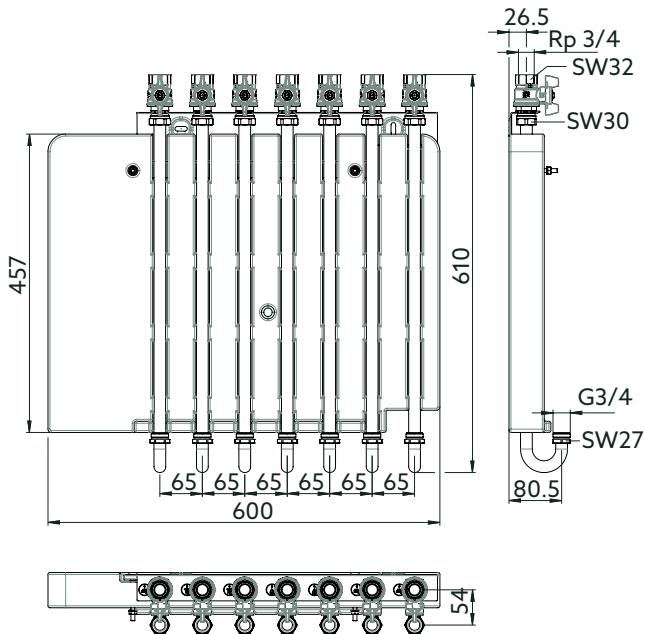

Fig. 2: Encombrements
- 1 Placer le jeu de raccordement avec robinets à tournant sphérique à l'horizontale sur le mur, à la hauteur souhaitée. Noter les encombrements (voir Fig. 2 en page 22).